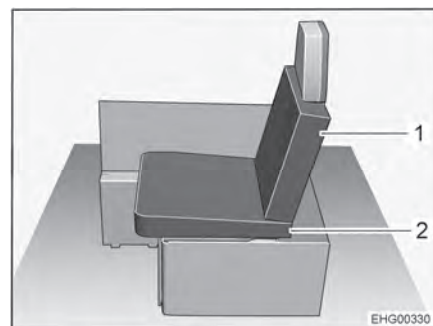

Bild 22 Efter ombyggnad
- Placera en av sittdynorna från den vänstra längsgående sittbänken som sittdyna (Bild 22,2) på sittbänken. Notera kilformen på sittdynan: Sittdynan måste slutta något mot ryggstödet (se Bild 22).
- Fäst en av de medföljande extra dynorna som ryggkudde (Bild 22,1) på ryggstödet på den hopfällbara stolen.